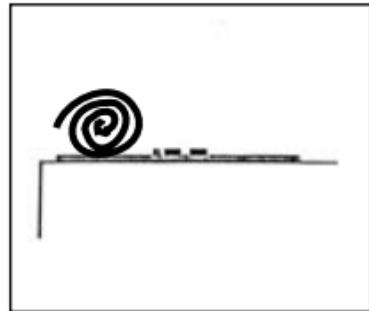

Fig. 7 : Morceau de carpette utilisé pour absorber le son
- atténuer les bruits parasites en intercalant un morceau de carpette épaisse entre le micro et la source sonore gênante (voir Fig. 7).